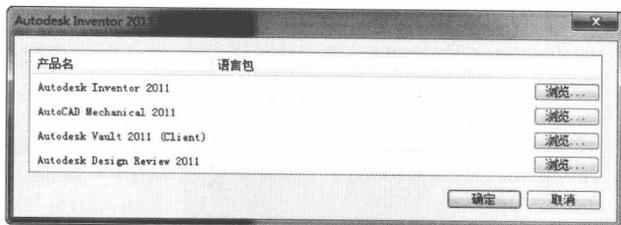

图 1-4 Inventor 安装产品语言列表
(3) 单击选择语言的下三角按钮, 用户可在下拉列表中选择一种 Inventor 的版本语言。单击“下一步”按钮, 弹出的对话框如图 1-4 所示。